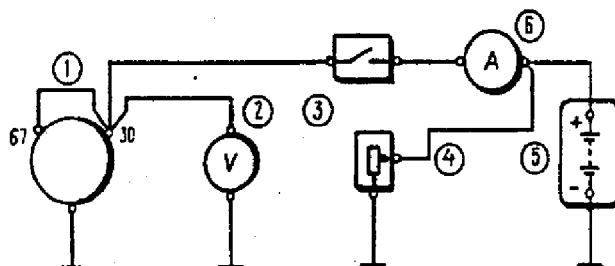

Fig: 7-5. Esquema para verificação do alternador: 1 - alternador; 2 - voltímetro; 3 - interruptor; 4 - reostato; 5 - amperímetro; 6 - bateria.
- Instalar o alternador na bancada de testes e efetuar as conexões conforme indicado na fig. 7-5. Conectar o motor elétrico da bancada de testes e, com o reostato 4, estabelecer a tensão de saída de 14 V e elevar a rotação do motor para $83,3 \text{ s}^{-1}$ (5000 rpm).